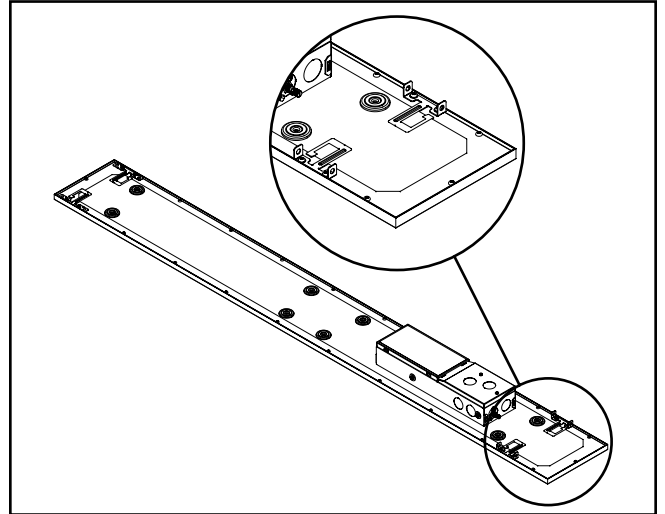

Figura 4.
- Nota:** Si desea un soporte adicional, utilice el cable para sujetar la luminaria a la viga de apoyo correspondiente arriba de dicha luminaria por medio de los agujeros circulares en las lengüetas de los ganchos de la grilla. (Figura 4)